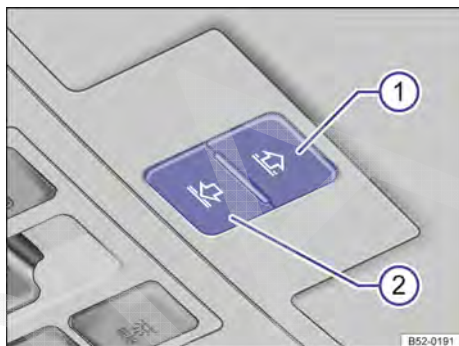

Fig. 128 No revestimento do teto: Botões de comando da cortina de proteção solar.
Os botões → Fig. 128 (1) e (2) são de 2 níveis. No 1º nível, a cortina de proteção solar pode ser totalmente ou parcialmente aberta ou fechada.